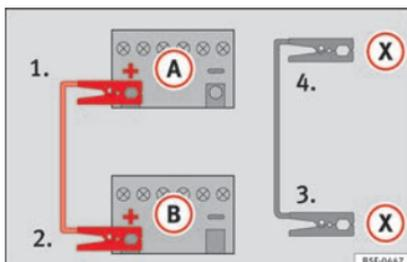

Fig. 165 Schéma de branchement pour les véhicules équipés du système Start-Stop.
– **Sur les véhicules avec système Start-Stop :** raccordez une extrémité du câble d'urgence *noir* (X) à une borne de mise à la terre appropriée, à une pièce métallique massive vissée au bloc-moteur, ou au bloc-moteur lui-même » » fig. 165.
5. Branchez l'autre extrémité du câble de démarrage *noir* (X), dans le véhicule avec la batterie déchargée à une pièce en métal massif vissée au carter-moteur ou directement au carter-moteur mais le plus loin possible de la batterie (A).